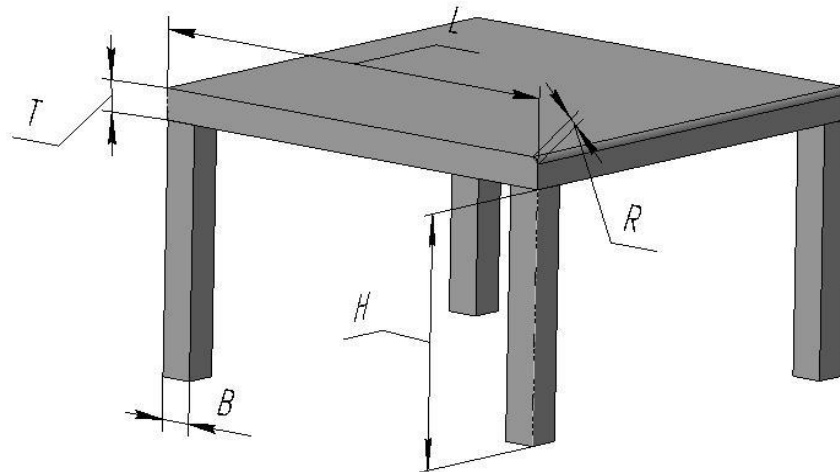

Рисунок 1.2 – Габариты столика «Лакк»
- ввод параметров журнального столика (рисунок 1.2);